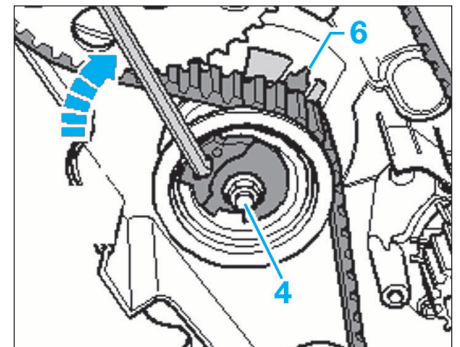

FIG. 22
- Desserrer l'écrou (4) du galet tendeur puis à l'aide de la clé 6 pans, tourner le galet tendeur dans le sens horaire jusqu'à ce que l'index (6) du galet tendeur soit aligné avec la rainure de sa patte fixe (Fig.22).